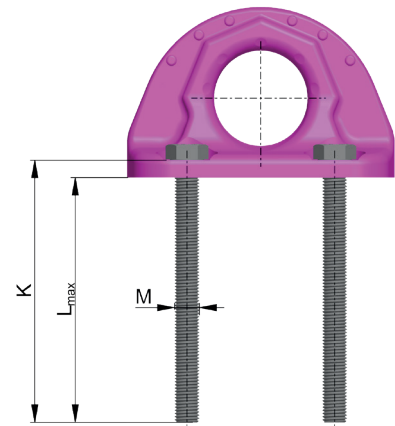

Abb. 4: B-ABA Schraubenlänge
- RUD-Anschlagpunkte B-ABA müssen mit den mitgelieferten ICE-Schrauben montiert werden! Standard- und Vario-ICE-Schrauben (ICE-Bolt) können bei Bedarf zusätzlich bestellt werden (vgl. Tabelle 5, Tabelle 6, Abb. 4).